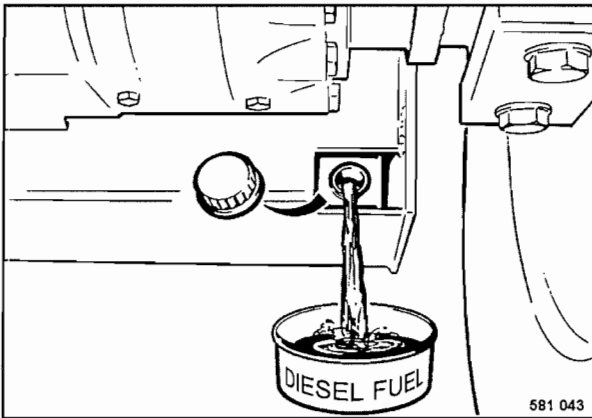

Fig. 71
- Desenroscar la tapa de cierre (Fig. 71) y descargar unos 5 litros de combustible.